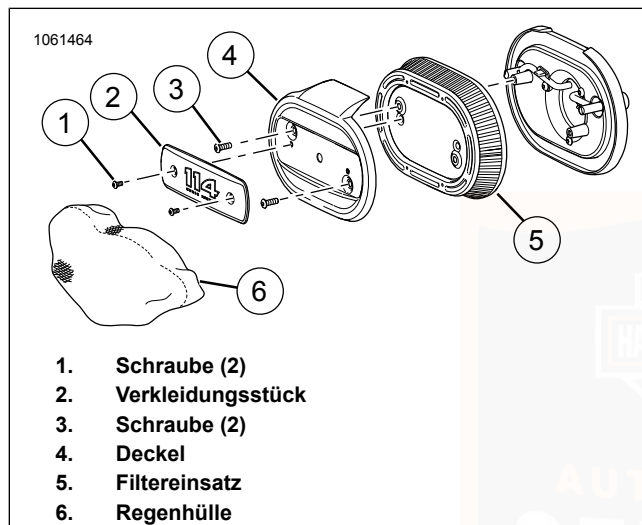

Abbildung 80. Luftfilter: Oval
1. Siehe Abbildung 80. Luftfilter-Ziereinsatz entfernen.
- a. Die Schrauben (1) des Ziereinsatzes entfernen.
- b. Zierring (2) entfernen.
- a. Die Schrauben (3) entfernen.
- b. Den Deckel (4) entfernen.
- c. Den Luftfiltereinsatz (5) entfernen.
Bei Ausstattung mit ovalem Luftfilter: Siehe Abbildung 80 . Unter feuchten Bedingungen oder bei Regenwetter kann Wasser in den Motor eindringen, da der Filtereinsatz freiliegt. Wenn das Motorrad geparkt ist, kann eindringendes Wasser zu Motorkorrosion oder -schäden führen. Während der Fahrt kann Wasser Fehlzündungen des Motors verursachen. Bei Nässe oder Regen die Regenschutzhülle (6) über den Luftfilterbaugruppe stülpen, um Eindringen von Wasser zu minimieren.
1. Siehe Abbildung 80. Abdeckungsteile und Luftfiltereinsatz einbauen.
- a. Den Luftfiltereinsatz (5) anbringen.
- b. Die Abdeckung (4) anbringen.
- c. Die Schrauben (3) anbringen. Festziehen.